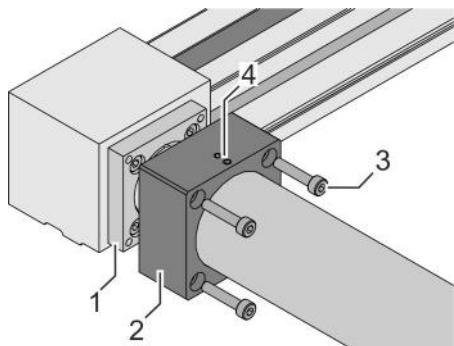

Fig. 28: Montar la brida adaptadora
10. Deslice lasbridas adaptadoras (Fig. 28/2) sobre las poleas/ placas intermedias (Fig. 28/1).
11. Apriete en cada caso 4 tornillos (Fig. 28/3) en cruz por etapas:
12. Posicione el tubo protector en lasbridas adaptadoras y fíjelo con los tornillos prisioneros (Fig. 28/4).